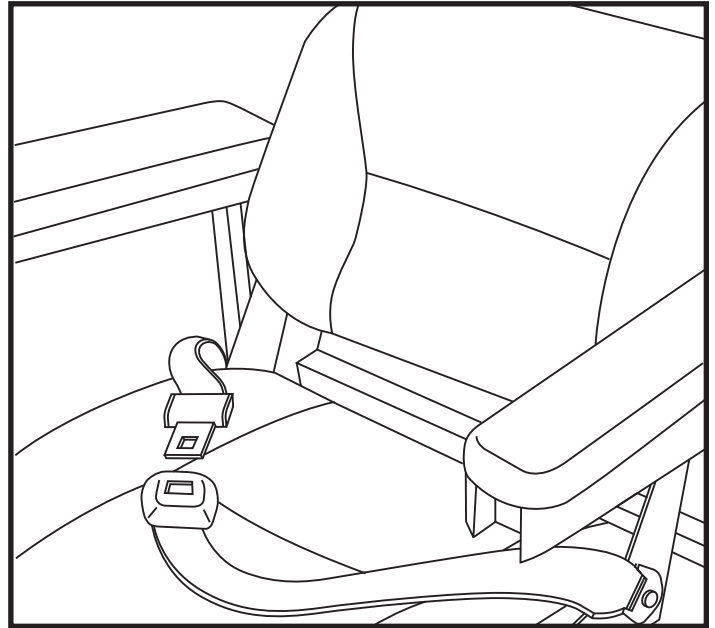

Figura 18. Ajuste del cinturón del seguridad
Su silla eléctrica puede estar equipada con un cinturón de seguridad que puede ajustarse para un mayor confort. **Ver figura 18.** Su función es evitar que el usuario se deslice hacia delante o hacia abajo. El cinturón no está diseñado para limitar los movimientos.
1. Sentado, introduzca la aleta metálica en el cuadro de plástico de la otra correa y presione hasta oír un clic. **Ver figura 18.**